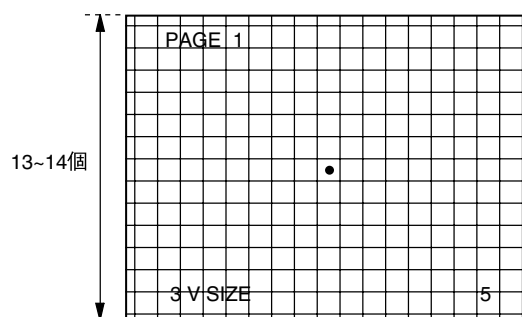

Fig.1-3
- ・治具リモコンの音量キーにて、クロスハッチ画面の縦方向のマス目が13~14個になるように調整する。Fig. 1-3